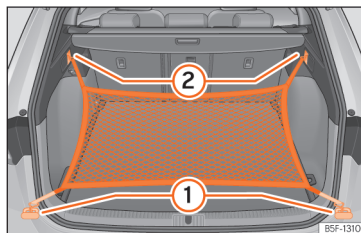

Fig. 196 Na bagageira: argolas ① e ganchos ② para fixar o saco de rede.
- Fixe os ganchos curtos da rede nas argolas de fixação »» **Fig. 196 ①** »» . O fecho de correr do saco deve ficar voltado para cima.
- Fixe as fitas nos ganchos para prender sacos ②.